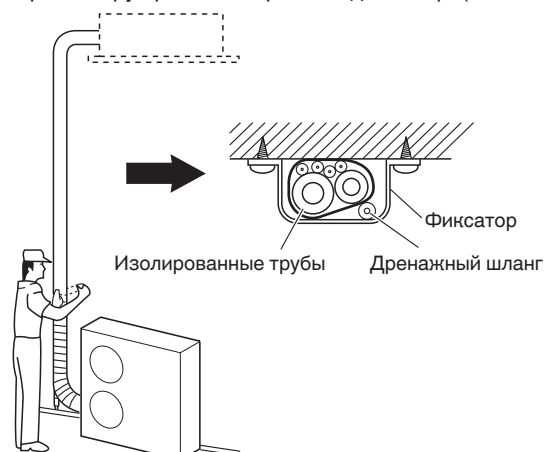

Рис. 5-9
- (1) На данном этапе трубы хладагента (и электрическую проводку, если это разрешено местными правилами) следует обмотать вместе бронелентой в 1 связку. Чтобы предотвратить перелив конденсата через край дренажного поддона, проложите дренажный шланг отдельно от трубопровода хладагента.
- (2) Наматывайте бронеленту от нижней части внешнего блока до верхней части трубопровода, где он входит в стену. Во время обматывания трубопровода переключайте половину каждого предыдущего витка ленты.
- (3) Прикрепите связку трубопровода к стене, используя по 1 фиксатору приблиз. через каждый метр. (Рис. 5-9)